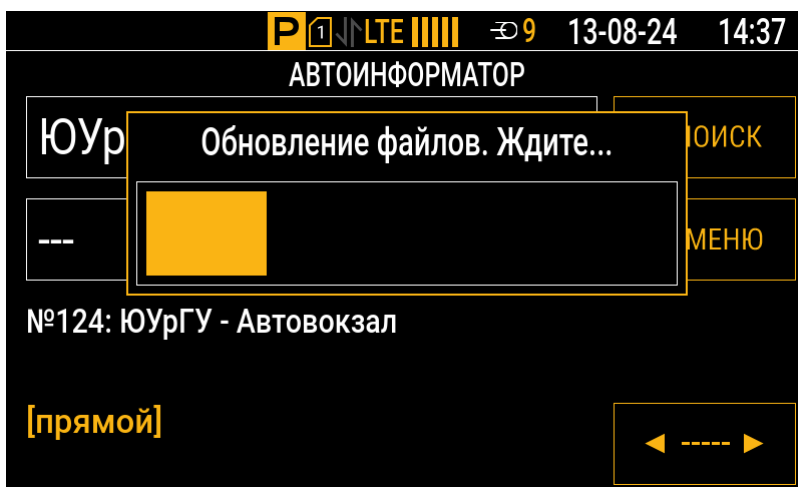

Рис.72. Обновление файлов маршрутов
4. Выберите в интерфейсе контроллера Меню | Маршрут — обновление файлов маршрутов начнется автоматически при запуске режима «Автоинформатор» (Рис.72).